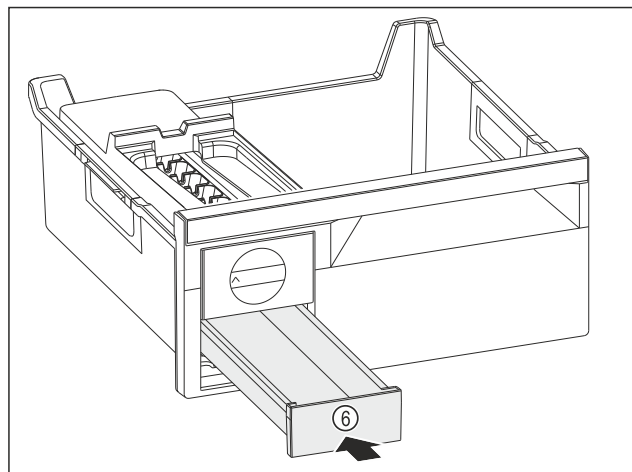

Fig. 79
- ▶ Inșerați sertarul pentru cuburi de gheață Fig. 79 (6).